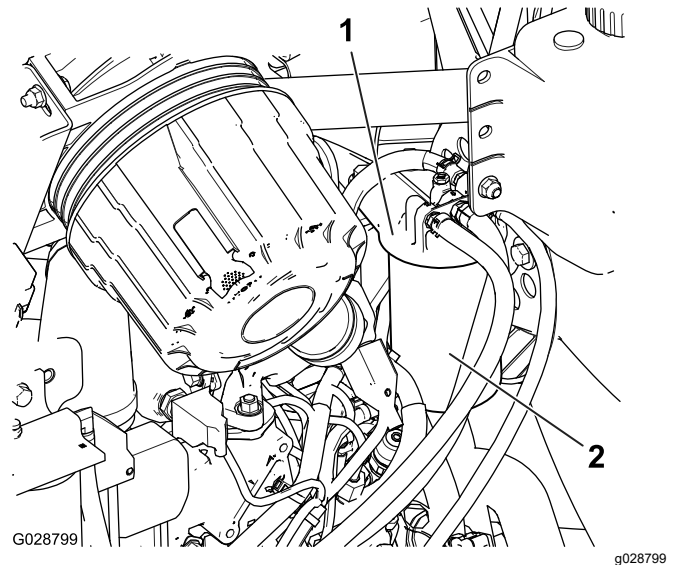

Figura 64
1. Limpie la zona alrededor de la cabeza del filtro de combustible (Figura 64).
2. Retire el filtro y limpie la superficie de montaje de la cabeza del filtro (Figura 64).